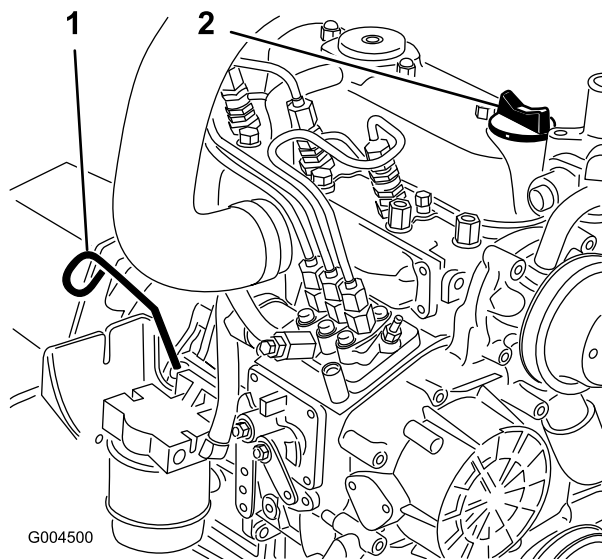

Figura 59
2. Retire la varilla (Figura 59), límpiela, y vuelva a colocarla. Retire la varilla y compruebe el nivel de aceite.
3. Si el nivel de aceite está por debajo de la marca Lleno, retire el tapón de llenado (Figura 59) y añada aceite hasta que el nivel llegue a la marca Lleno de la varilla.